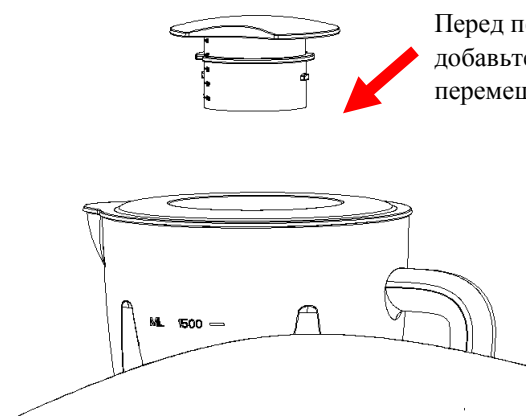

Рис. 6
2. Поместите продукты для перемешивания в чашу (см. Рис. 6). Обычно необходимо добавлять определенное количество воды, чтобы обеспечить бесперебойную работу прибора. Соотношение продуктов и воды 2:3. Объем смеси не должен превышать отметку максимального уровня.